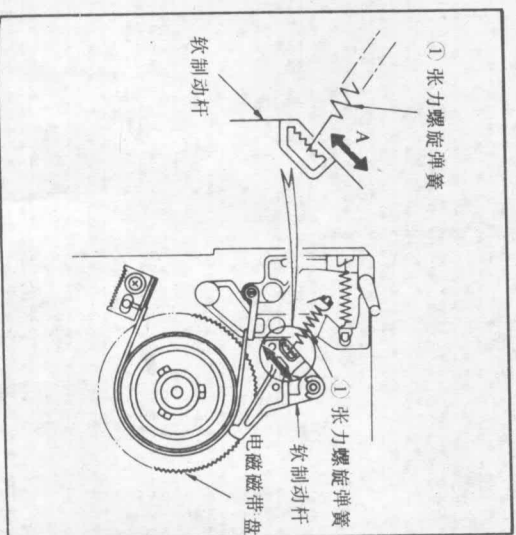

图 31 软制动调整-2
- 2) 按箭头②所示方向移动张力螺旋弹簧①，直到处于 FF 状态时(参看图 31) 扇形张力计指 8g 为上。